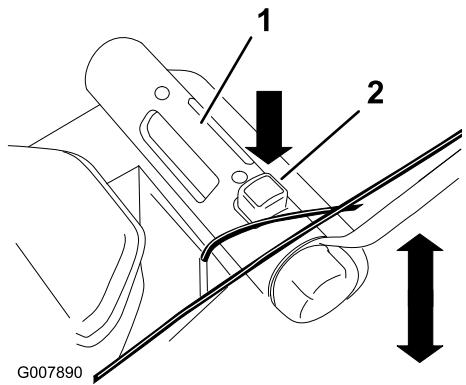

Bild 16
2. Drücken Sie die Taste für das Einstellen der Schnitthöhe und halten Sie den Einstellgriff für die Schnitthöhe fest, um die Schnitthöhe nach oben oder unten zu verstetzen (Bild 16).